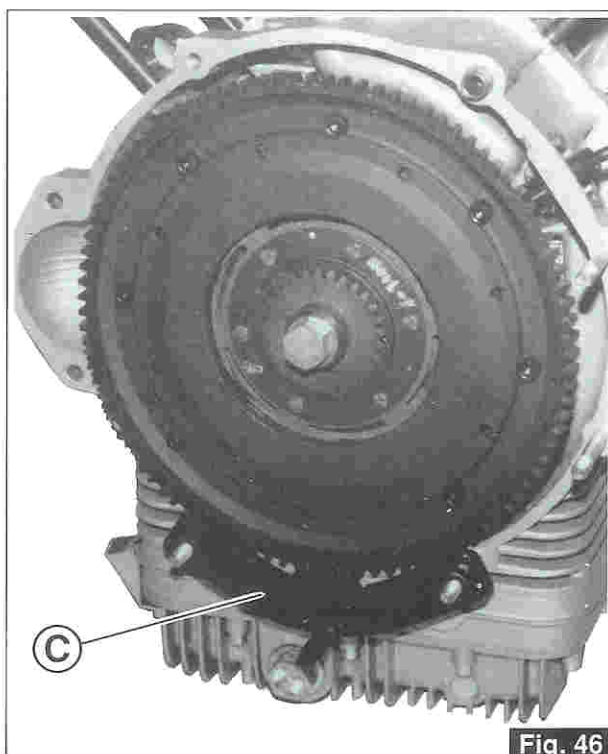

Fig. 46
- Applicare sul volano motore l'attrezzo di bloccaggio «C» (cod. 12 91 18 01) e svitare il dado centrale «D» di tenuta dell'ingranaggio comando distribuzione «E» sull'albero motore (Fig. 46 e 47).
- Fit tool «C» (part no. 12 91 18 01) to the flywheel and unscrew central nut «D» that secures timing drive gear «E» to crankshaft (Fig. 46 and 47).